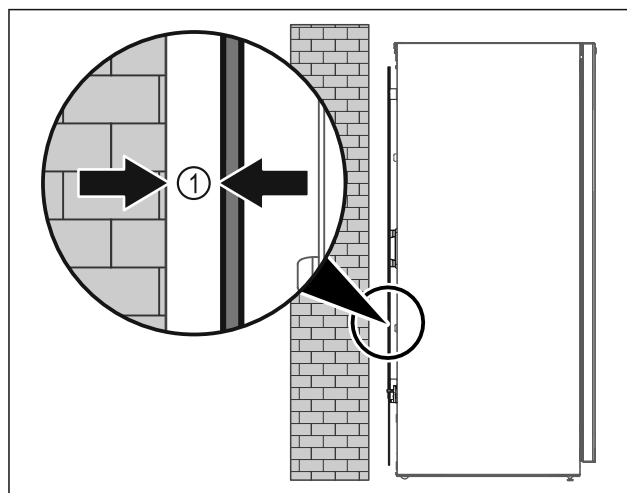

Fig. 10
- Instaloni pajisjen ose të lirë në dhomë, ose direkt mbi një mur me një distancë minimale prej 5 mm Fig. 10 (1) nga muri.